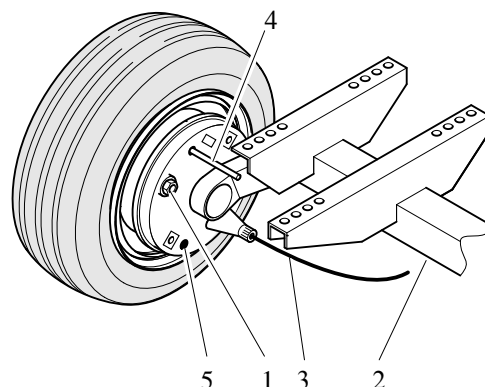

Fig. 5.5 Justering af bremsebakker
Kompressoren løftes og understøttes. Sørg for, at alle bremses er slået fra (påløbsbremse og håndbremse). Bremsekablerne må ikke være stramme. Bloker hjulbremsens drejekamskive fra ydersiden ved hjælp af en tap Ø 4 mm (4) gennem hullet som vist på fig. 5.5.